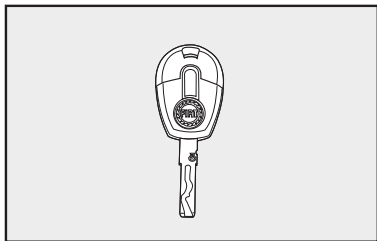
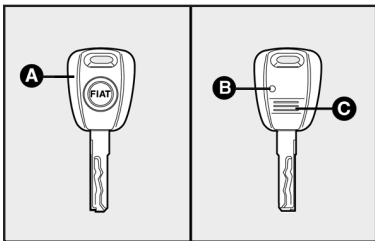

fig. 1
fig. 1a
– Dos llaves, **fig. 1** o dos llaves **A-fig. 1a** (para vehículos con control remoto).
La llave de arranque **fig. 1** posee predisposición para instalación de telecomando a distancia.
Algunas versiones poseen control remoto, que está incorporado en la llave de arranque, cuando provista de un botón **C-fig. 1a** y de un led **B-fig. 1a**. El pulsador activa el mando a distancia y el led parpadea mientras el transmisor está enviando el código al receptor.
Para bloquear y desbloquear, apriete el botón **C-fig. 1a**.